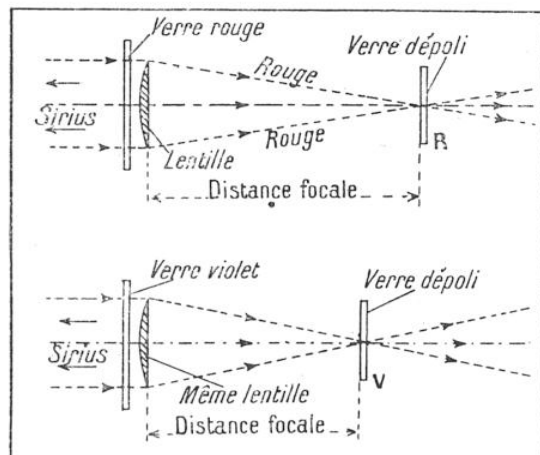

FIG. 4 ET 5. — DÉFINITION DE LA DISTANCE FOCALE ET DE LA CONVERGENCE
Pour prendre un exemple aussi schématisé que possible, nous chercherons à former l'image d'une étoile (de Sirius, par exemple) au moyen d'une lentille plan-convexe. Nous interposerons d'abord un verre rouge (fig. 4); puis nous déplacerons un verre dépoli, jusqu'à ce que, en R, l'image de Sirius (examinée à la loupe) soit la plus nette possible; la distance qui sépare alors la lentille du verre dépoli s'appelle la *distance focale* : elle sera, pour fixer les idées, de 0,25 m ou 1/4 m.
Comme, dans la pratique, on opère toujours en lumière blanche, laquelle est formée d'une infinité de radiations simples entre le violet et le rouge, il s'ensuit que la position de l'image sera mal déterminée (floue) entre V et R. Un simple coup d'œil sur l'ensemble des figures 4 et 5 suggère qu'en V, nous aurons une image blanche irisée de rouge et qu'en R, nous aurons une image blanche bordée de violet. Notons également que le phénomène est général : toutes les lentilles simples font plus converger les rayons violets que les rayons rouges; nous
(1) Ou, ce qui revient au même, la distance focale de la seconde lentille est égale à la distance focale de la première multipliée par la fraction $5/7$.
(2) Comme ordre de grandeur, dans les conditions où nous nous sommes placés, la distance RV (appelée « dispersion du foyer ») peut varier entre 2 et 4 mm. Cette distance a été fortement exagérée pour la clarté des dessins (fig. 4 et 5).
Toutes les lentilles simples font converger plus fortement les rayons violets (fig. 5) que les rayons rouges (fig. 4).
Crown (couronne) et flint (caillou) sont deux mots anglais qui désignent conventionnellement (lorsqu'ils sont bien homogènes) le verre ordinaire et le cristal. Le crown est du silicate de sodium et de calcium; le flint est du silicate de potassium et de plomb (1). On voit que les indices de réfraction du flint sont supérieurs à ceux du crown; les « pouvoirs dispersifs » le sont aussi. Le pouvoir dispersif est une nouvelle grandeur physique, qui exprime comment varie l'indice de réfraction, quand on passe des rayons rouges aux rayons violets; pour avoir des « pourcentages », on se rapporte à l'indice moyen (celui des rayons jaunes). Un grand pouvoir dispersif permet d'obtenir un spectre très étalé, ainsi qu'une grande « dispersion du foyer », une grande longueur VR (fig. 4 et 5). On comprend tout de suite que, lorsqu'un objectif photographique ne comporte qu'une lentille simple (fig. 14), le crown soit de beaucoup préférable au flint.
3° Avec trois lentilles (fig. 7, courbe en traits pointillés), trois foyers peuvent être identiques (orange, vert, violet). La courbe sinusoïdale se confond à peu de chose près avec une horizontale : c'est dire que la distance focale (ou la convergence) ne dépend pour ainsi dire plus de la couleur de la lumière incidente. Avec un tel objectif (1), Sirius (fig. 4 et 5) donne une image nette en lumière blanche, sans irisations, sans « aberration chromatique ».